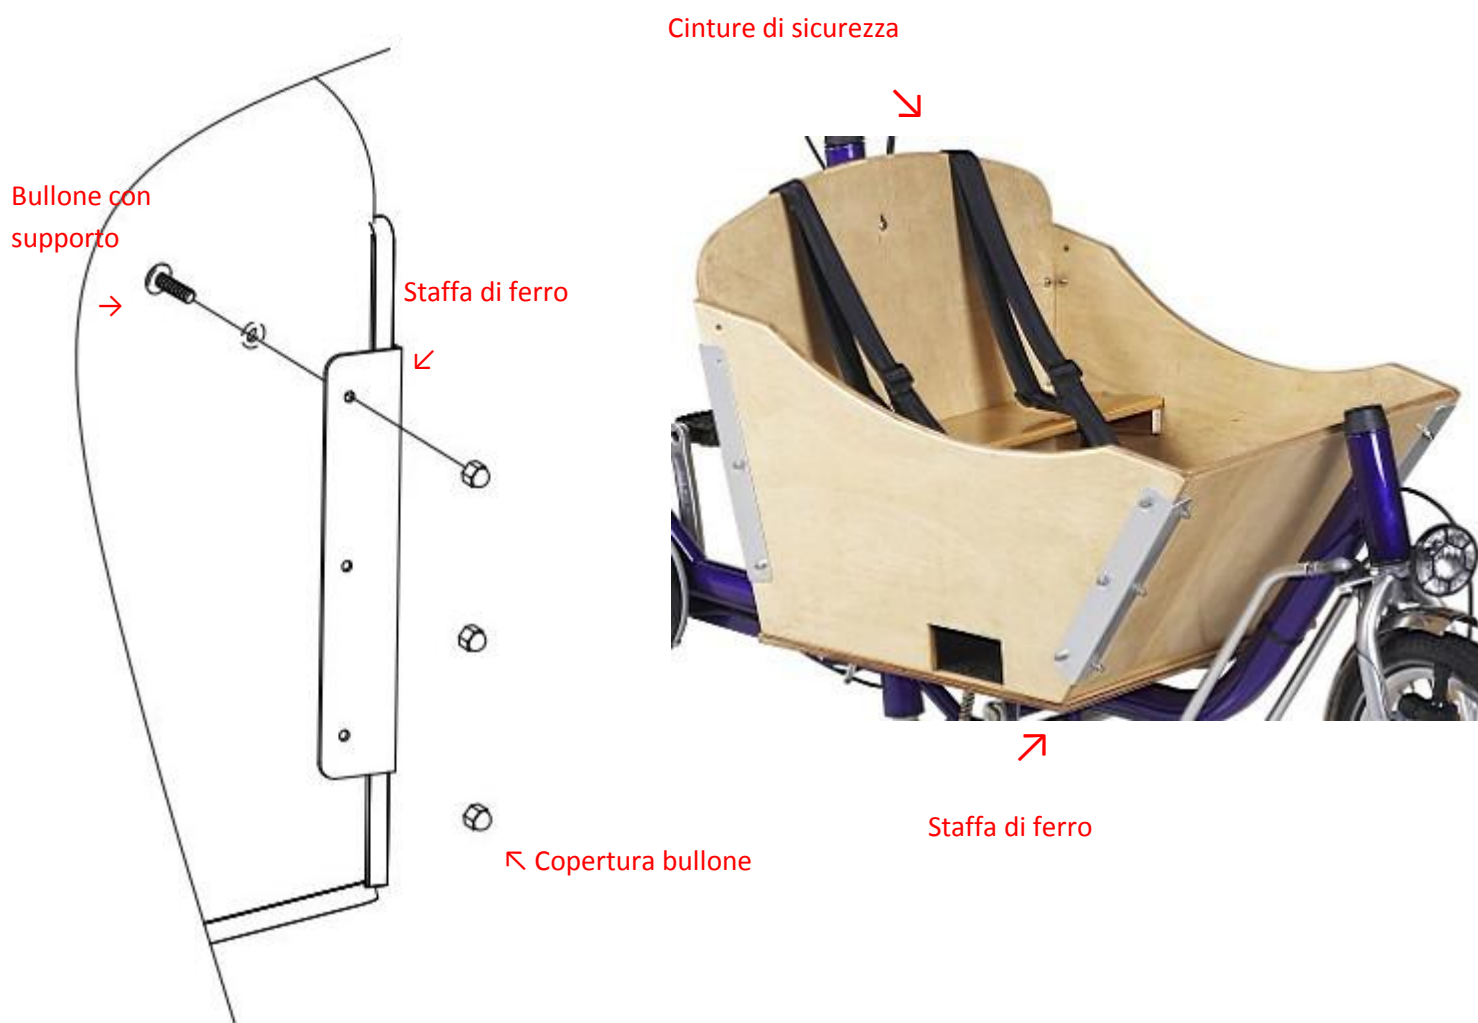

Figura 4
- a. Montare il cassone come indicato in figura 4 e serrarne i bulloni; attenzione: stringere forte i bulloni; in caso di intenso e frequente utilizzo, controllare periodicamente che i bulloni siano ben serrati.